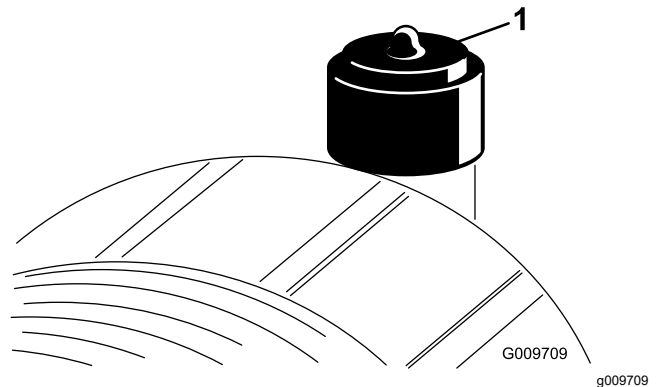

Bild 56
Warten Sie den Luftfiltereinsatz nur, wenn die Verstopfungsanzeige dies angibt (Bild 56). Das frühzeitige Auswechseln des Luftfilterelements erhöht die Gefahr, dass Schmutz in den Motor gelangt, wenn Sie das Filterelement entfernen.
2. Stellen Sie die Verstopfungsanzeige (Bild 56) zurück, wenn sie auf Rot steht.